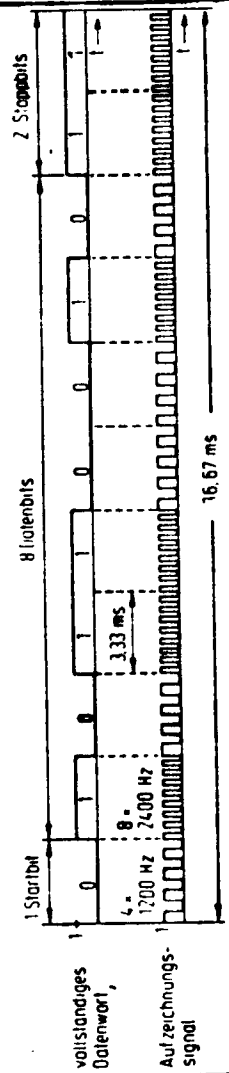

Fig. 3 Grunddefinition des Kansas-City-Standard (1)
- 1 Startbit (0)
- 2 Stopbits (1)
- vorgesehen (Fig.3). Jedes bit umfasst 4 Schwingungen bei 1200 Hz und 8 Schwingungen bei 2400 Hz und dauert demnach 3,33 ms. Die standardisierte Uebertragungsrates betraegt also 300 baud (bit/s). Durch Halbieren oder Vierteln der Schwingungszahlen ist eine Beschleunigung auf 600 oder 1200 baud moeslich.